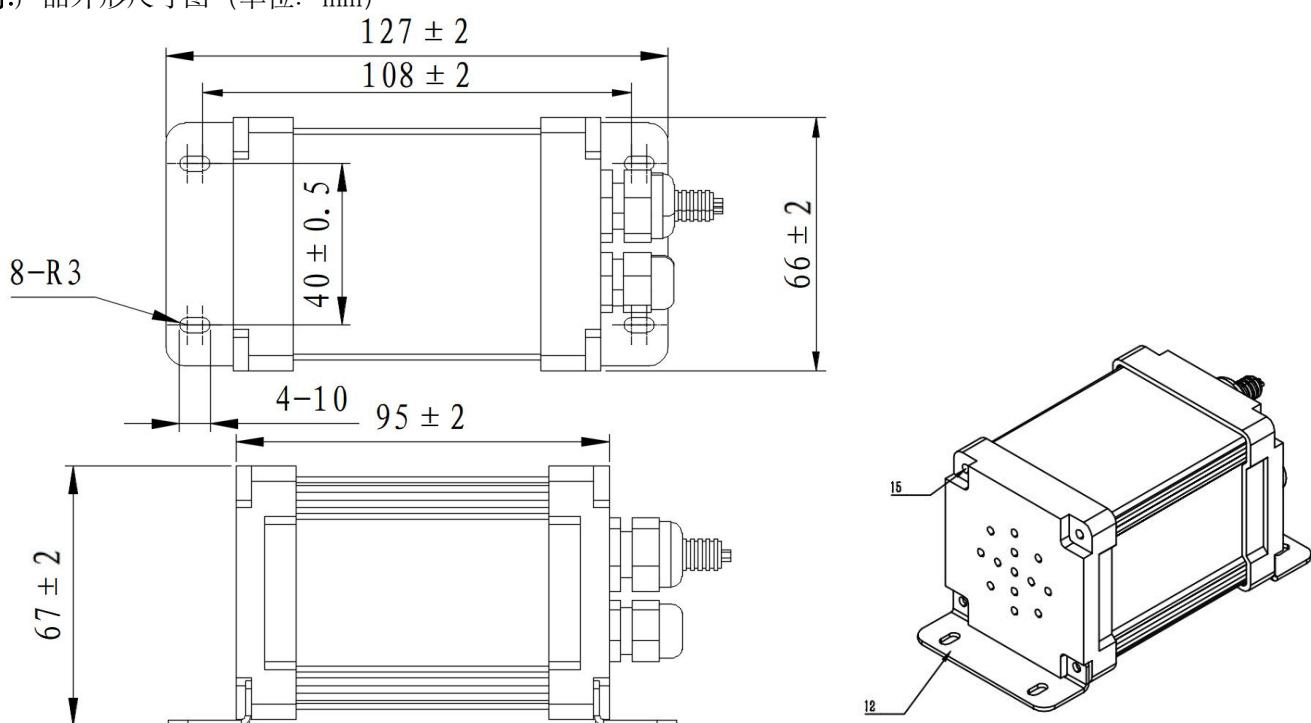

图 1 QRR0.05G/S-PFK 外形尺寸图
7.1 根据防护空间体积计算所需 QRR0.05G/S-PFK 灭火装置数量，确定好数量后，将灭火装置固定，产品外形尺寸如图 1 所示；